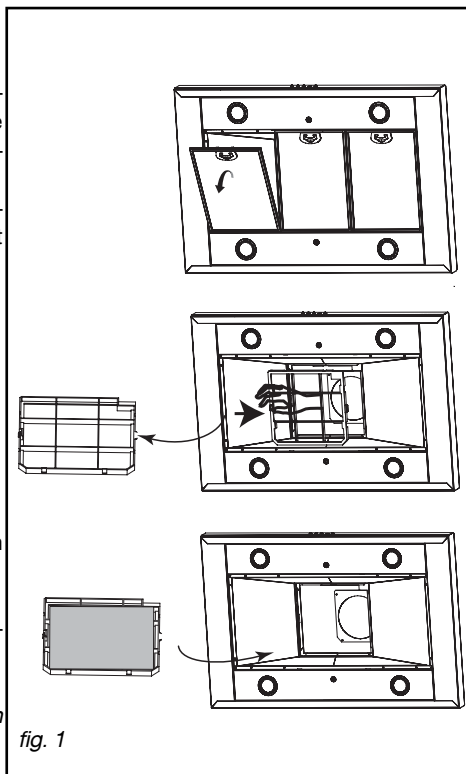

fig. 1
(fig. 1)
#### (fig. 1)
- Retirez le filtre cassette en le dépliant (fig. 1).
- Retirez le filtre charbon ou la grille de protection plastique (B.fig.1)
Les éventuelles interventions sur votre appareil doivent être effectuées par un professionnel qualifié dépositaire de la marque. Lors de votre appel, mentionnez la référence complète de votre appareil (modèle, type, numéro de série). Ces renseignements figurent sur la plaque signalétique (Fig. 1).